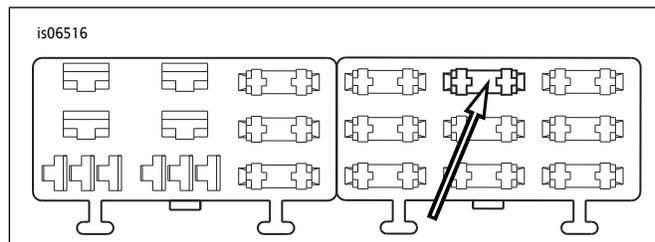

图10。“P&AIGN”保险丝盒空腔(2004-2010年款软尾)
4. 参见图10。在右保险丝盒中找到保险丝盒盖上标为“P&A IGN”的保险丝空腔 (1)。应有一条进入此电路一侧的导线，但没有配套导线或保险丝。插入橙色/白色适配器导线接线端直至其停止。参照附近的工厂安装接线端进行对比，检查确认朝向和深度是否正确。